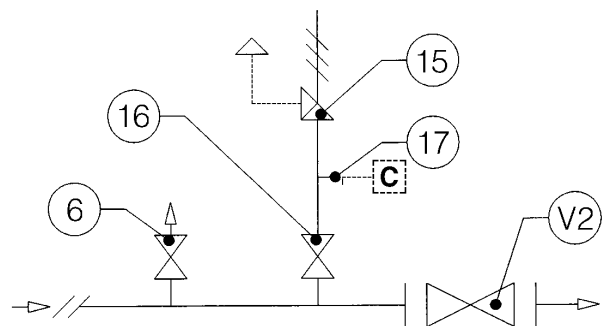

Fig. 6
3.1.2 INSTALLAZIONE CON VALVOLA DI INTERCETTAZIONE (Fig. 6)
3.1.2 INSTALLATION WITH ON/OFF VALVE (Fig. 6)